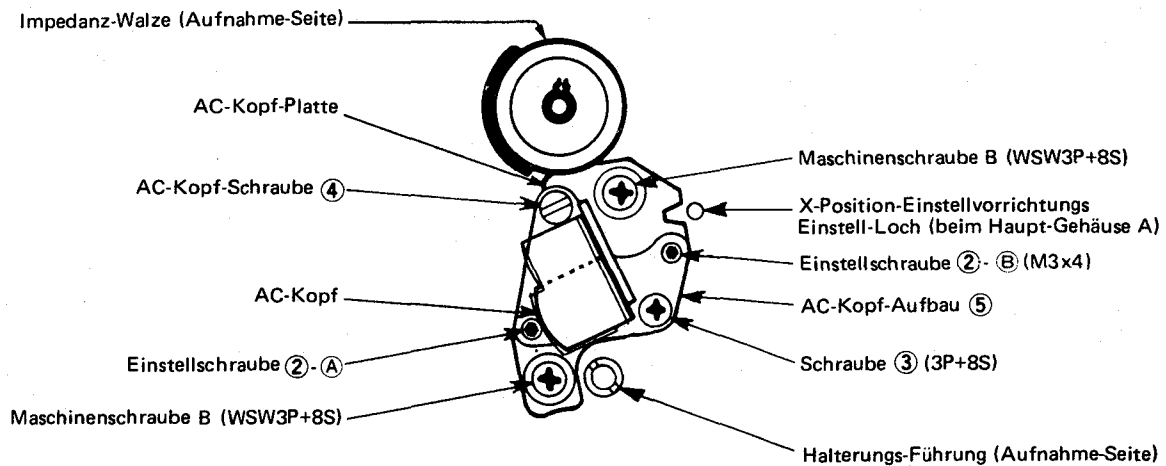

Abbildung 61.
Siehe Abb. 61 und 62.
4. Ist der Bandlauf normal, stelle man die in Abb. 61 gezeigten Schrauben ②-A und ②-B ein, während man sie langsam dreht.
7. Den Spurensuch-Knopf in die Position "Voreinstellen" einstellen und die zwei Maschinenschrauben B (WSW 3P+8S) wie in Abb. 61 gezeigt langsam lockern und die X-Position Einstellvorrichtung in ihr Halterungs-Loch bringen und sodann den AC-Kopf positionell einstellen, um die maximal Hölle zu erhalten.